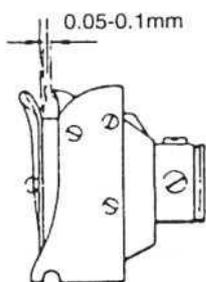

Figura 21
② Se necessario, allentare la vite di fermo del crochet, la cui punta deve essere allineata con la linea centrale dell'ago fino a quando il rasamento tra la tacca dell'ago e la punta del crochet sia di circa 0,05-0,1 mm (vedi Figura 21)